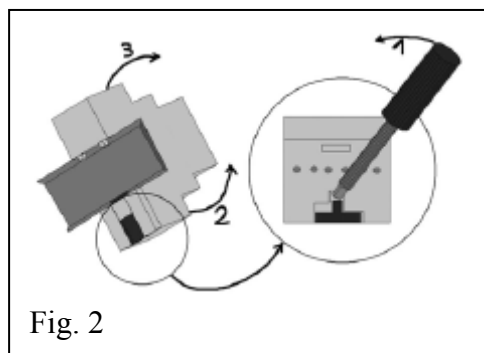

Fig. 2
- 1) Insérez un tournevis plat de 3 mm de large dans la partie prévue (voir Fig.2) et soulevez doucement dans la direction indiquée par la flèche 1.